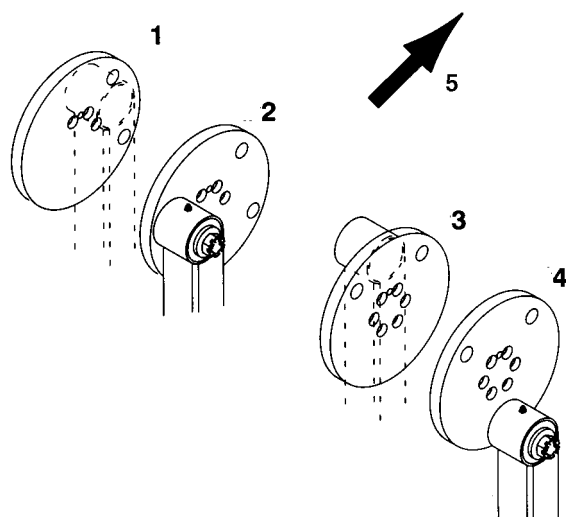

Fig. 18
2. Drej pigarm nr. 1 til den laveste kl. 3 stilling som udgangspunkt (fig. 18). Set fra venstre side af maskinen bør de øvrige pigarme så være i hhv. kl. 9, kl. 12 og kl. 6 stilling.